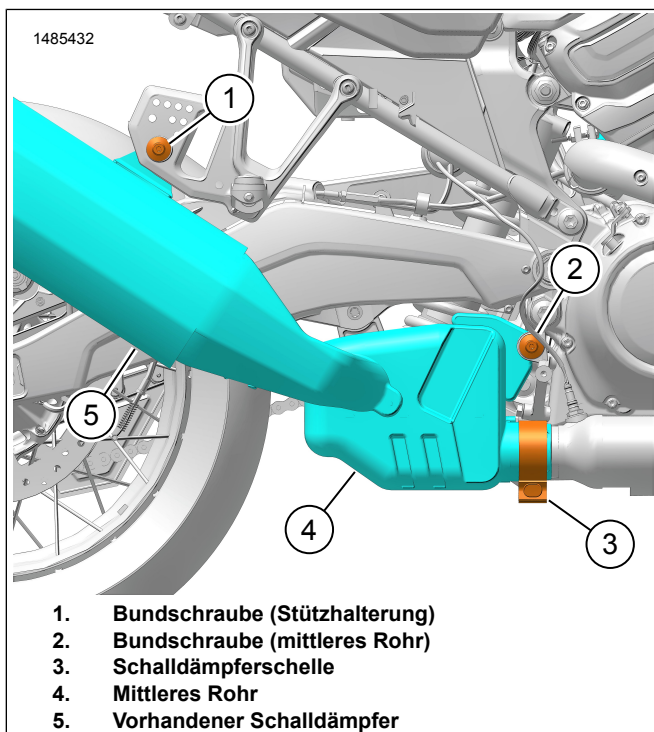

Abbildung 3. Vorhandene Auspuffanlage
1. Abbildung 3 Die Schalldämpferschelle (3) lösen.
2. Die Bundschraube (2) von der Halterung des mittleren Rohrs entfernen. Zur späteren Verwendung aufheben.
3. Die Bundschraube (1) von der Stützhalterung entfernen und entsorgen.
- a. Die vorhandene Schalldämpferschelle (3) entsorgen.